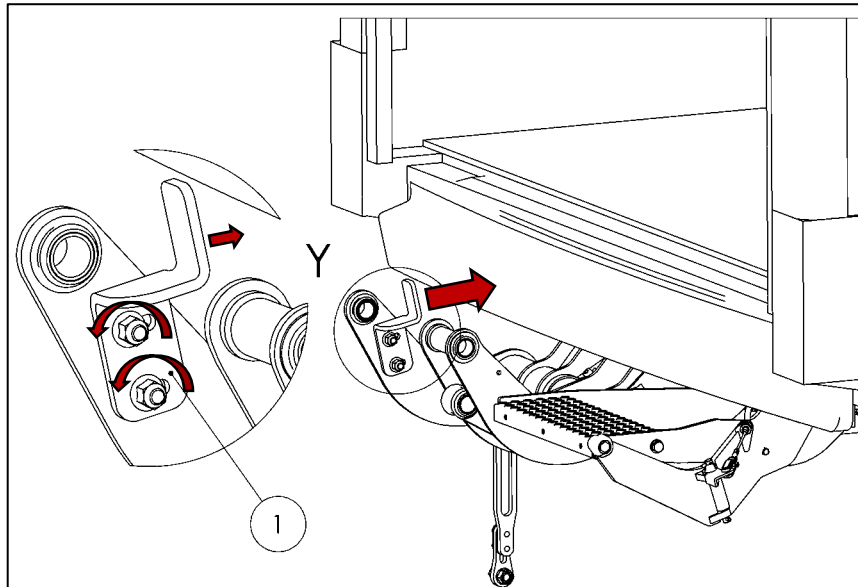

Abbildung 63
- Plattformanschlag (Pos. 1) lösen und Richtung Fahrzeug schieben (siehe Abbildung 63).